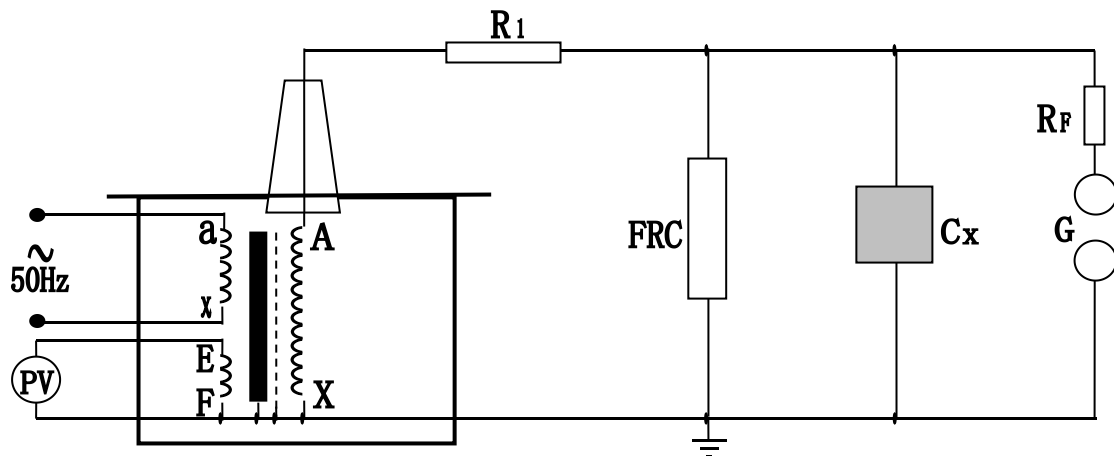

图 6：被试品工频耐压试验接线图
1、 YD 工频试验变压器做被试品的工频耐压试验使用接线原理图见图 6。
在工频耐压试验中，低电压侧测量电压(仪表电压)不是非常准确的，其原因是由于工频试验变压器存在着漏抗，在这个漏抗上必然存在着压降或容升，使试品上的电压低于或高于低压侧测量电压表上反映出来的电压。工频耐压试验时，被试品上的电压高于工频试验变压器的输出电压，也就是所谓容升现象。感应耐压试验时，工频试验变压器的漏抗必然存在着压降。为了准确测量被试品上所施加的电压，因此常在高压侧接入 FRC 阻容分压器来测量电压(见图 6)。